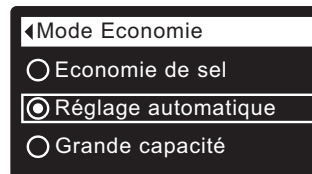

FIG. 83
8a. Mode Économie (dosage du sel) : Si le cercle vis-à-vis du mode d'économie souhaitée a déjà un point (cf. Figure 83), passez à l'étape 9. Sinon, appuyez sur le bouton BAS (▼) ou HAUT (▲) pour passer au mode d'efficacité souhaité, puis sur le sélecteur (O) pour confirmer votre choix.